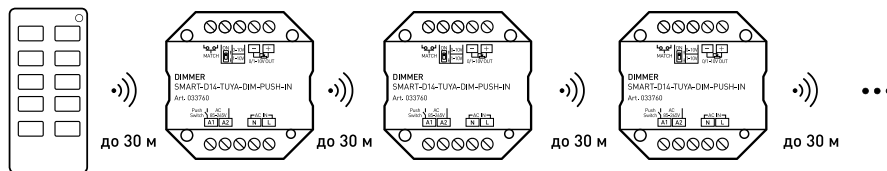

Рисунок 5. Ретрансляция сигнала от пульта ДУ (до 30 м на открытом пространстве)
- 3.11. Все диммеры автоматически ретранслируют сигнал от пульта ДУ или панели управления (рисунок 5). Расстояние между диммерами на открытом пространстве может достигать 30 м.